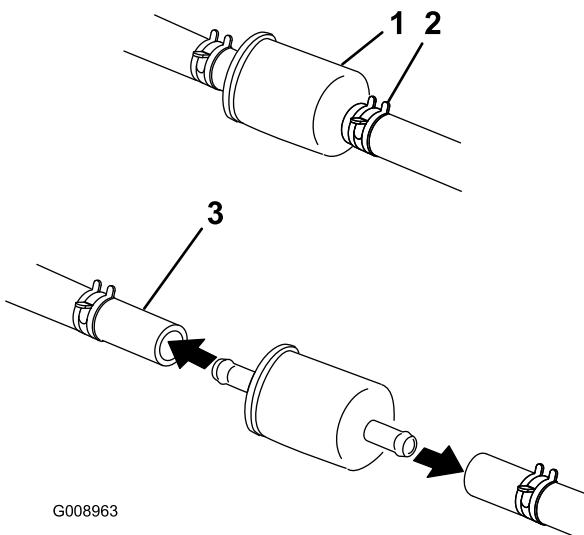

Figura 58
5. Cierre la válvula de cierre de combustible, situada debajo del asiento (Figura 58).
6. Apriete los extremos de las abrazaderas y deslícelas por el tubo alejándolas del filtro (Figura 58).
8. Instale un filtro nuevo y acerque las abrazaderas al filtro (Figura 58).